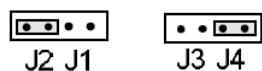

Fig. 4 Posição da ponte do módulo de entrada/saída J2, J4
- A ponte no módulo de entrada/saída deve ser conectada em J2/J4 (Fig. 4).